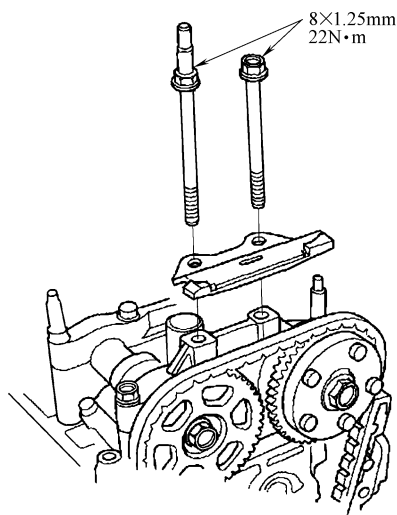

图 23-139 安装正时链条导板 B
- 9) 按照图 23-139 所示, 安装正时链条导板 B。